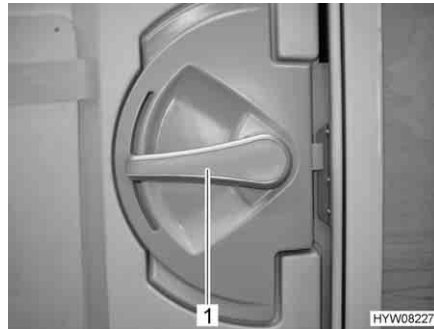

Bild 30 Türschloss Eingangstür, innen
- Öffnen:** ■ Den Türgriff (Bild 30,1) nach unten drücken.
- Verriegeln:** ■ Den Türgriff (Bild 30,1) ca. 45° nach oben drehen und in dieser Stellung stehen lassen.